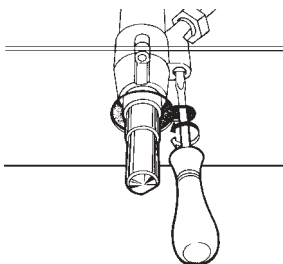

fig.13
- enlevez la manette du robinet et effectuez le réglage au moyen de la vis de réglage située à droite du robinet (fig.13) jusqu'à ce que vous obteniez une flamme régulière, utilisez un tournevis (en dévissant la vis le minima augmente, en la vissant il diminue).